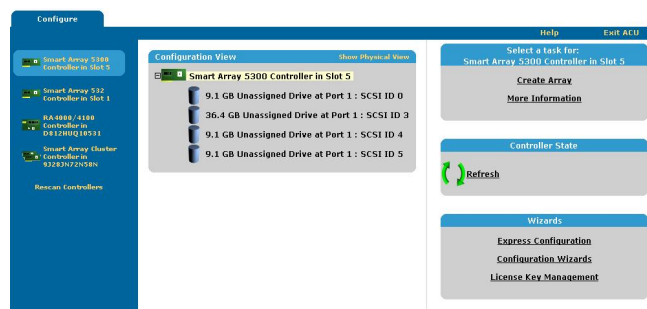

Figure 1-2 : Écran de configuration principal de l'utilitaire ACU
L'écran de configuration principal de l'utilitaire ACU s'affiche (Figure 1-2) s'affiche.
L'écran de configuration principal de l'utilitaire ACU s'affiche (Figure 1-2).
L'utilitaire ACU ouvre alors l'écran de configuration du contrôleur. Par défaut, cet écran est présenté en mode de configuration standard. Si vous souhaitez utiliser un mode de configuration différent, sélectionnez un assistant dans le volet inférieur droit de l'écran de configuration principal de l'utilitaire ACU (Figure 1-2). La procédure d'utilisation de chaque mode est décrite ci-après.
1. Cliquez sur **Express Configuration** (Configuration express) dans le volet inférieur droit de l'écran de configuration principal de l'utilitaire ACU (Figure 1-2). L'écran de démarrage du mode de configuration express s'affiche.
1. Cliquez sur **Configuration Wizards** (Assistants de configuration) dans le volet inférieur droit de l'écran de configuration principal de l'utilitaire ACU (Figure 1-2).